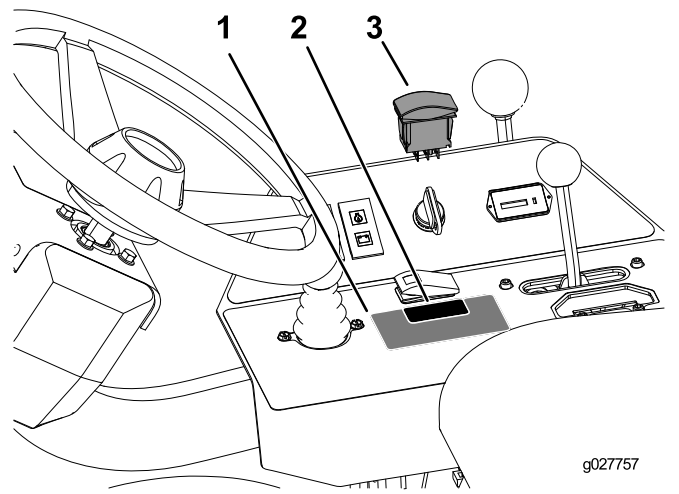

Figura 9
2. Rimuovete il tappo in plastica e montate l'interruttore, come illustrato nella Figura 9.
3. **Per i modelli prodotti prima del 2015:** Applicare l'adesivo sul pannello di controllo, come illustrato nella Figura 9.